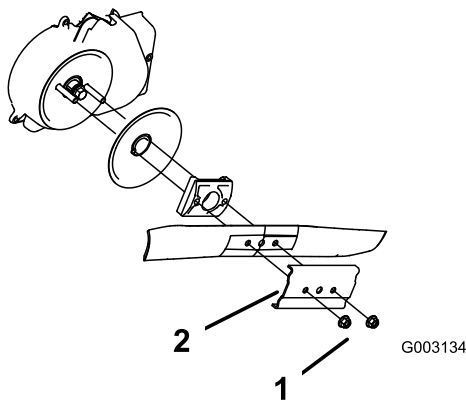

図 44
3. ブレードナット 2 個とスティフナを取り外す 図 44。
4. ブレードを取り外す 図 44。
5. 新しいブレードを取り付ける 図 44。